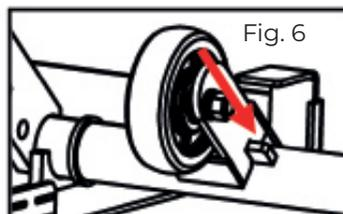

Fig. 6
- Voir Figure 6, insérez 2 jeux de roues séparément dans les supports surélevés sur la poutre arrière ;